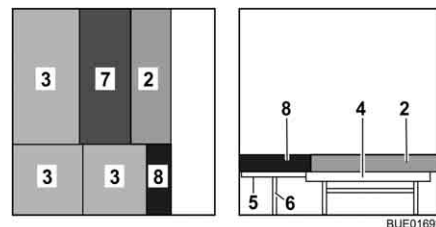

Fig. 112 Dopo la trasformazione
- Posizionare il cuscino aggiuntivo (Fig. 112,8) sulla prolunga del cassone letto (Fig. 112,5).
- Posizionare il cuscino aggiuntivo (Fig. 112,7) sul tavolo (Fig. 112,4).
- Appoggiare il cuscino dello schienale (Fig. 112,2) sul tavolo davanti al cuscino aggiuntivo (Fig. 112,7).